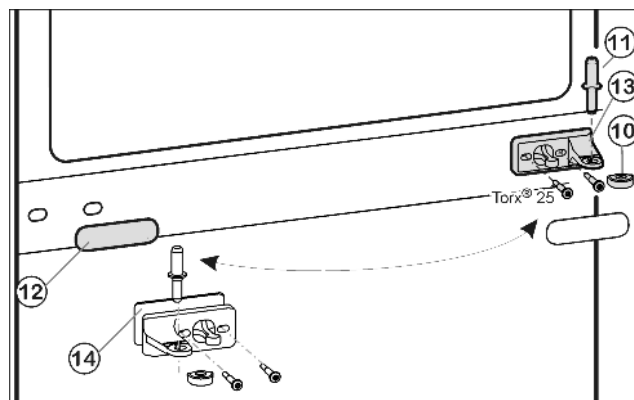
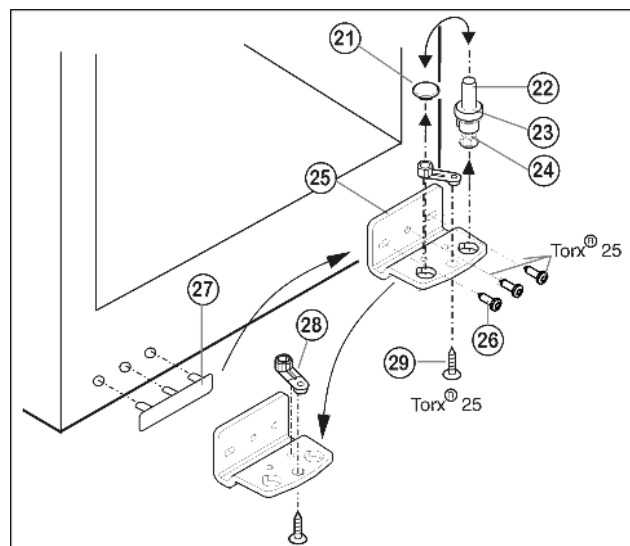

Fig. 5
Fig. 6
- Вытащите из опорного кронштейна и нижней дверцы средний опорный винт Fig. 5 (11).
- Снимите пластмассовый колпачок Fig. 5 (10).
- Открутите средний опорный кронштейн Fig. 5 (13) (2 шт. Torx® 25).
- Осторожно снимите накладку Fig. 5 (12).
- Прикрутите средний опорный кронштейн Fig. 5 (13) с подкладкой Fig. 5 (14) с поворотом на 180° на новую сторону шарнира (**с моментом 4 Нм**).
- Защелкните накладку Fig. 5 (12), повернув на 180°, на стороне, где теперь будет ручка.
- Извлеките опорный винт Fig. 6 (22) в комплекте с шайбой Fig. 6 (23) и регулируемой опорой Fig. 6 (24), вытягивая его вверх.
- Снимите пробку Fig. 6 (21).
- Открутите Fig. 6 (26) опорный кронштейн Fig. 6 (25).
- Открутите Fig. 6 (29) опорную деталь Fig. 6 (28) и, переставив в отверстие на противоположной стороне опорного кронштейна, снова прикрутите.
- Осторожно снимите и переставьте на противоположную сторону крышку со стороны ручки Fig. 6 (27).
- Снова прикрутите опорный кронштейн Fig. 6 (25) на новой стороне шарнира (**с моментом 4 Нм**). При необходимости используйте аккумуляторный шуруповерт.
- Переставьте пробку Fig. 6 (21) в свободное отверстие.
- Вновь установите опорный винт Fig. 6 (22) в комплекте с шайбой и регулируемой опорой. При этом фиксатор должен быть направлен назад.
- ▶ Установите нижнюю дверцу сверху на нижний опорный винт Fig. 6 (22).
- ▶ Снова наденьте пластмассовый колпачок Fig. 5 (10) на средний опорный кронштейн Fig. 5 (13).
- ▶ Вставьте средний опорный винт Fig. 5 (11) на новой стороне шарнира через средний опорный кронштейн Fig. 5 (13) в нижнюю дверцу.
- ▶ Установите верхнюю дверцу на средний опорный винт Fig. 5 (11).
- ▶ При необходимости выровняйте дверцы через два продольных паза в нижнем опорном кронштейне Fig. 6 (25) и среднем опорном кронштейне Fig. 5 (13) параллельно корпусу устройства. Для этого выкрутите средний винт на нижнем опорном кронштейне Fig. 6 (25).